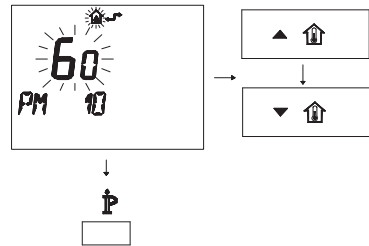

Figura 5.47
- Per modificare il SET programmato agire sui pulsanti o e aspettare che il numero programmato cominci a lampeggiare (Figura 5.47).